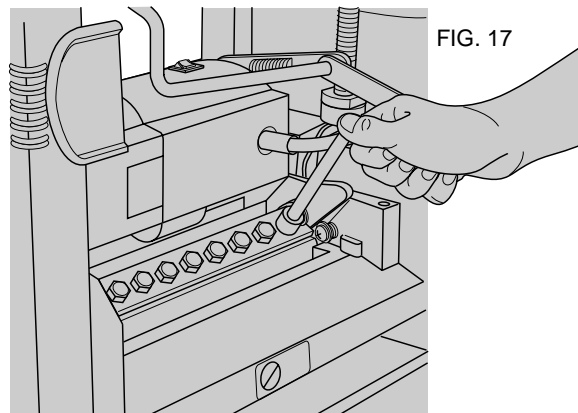

FIG. 17
- 6) Se servir de la clé en L fournie pour desserrer les deux boulons des extrémités sans les retirer (fig. 17).